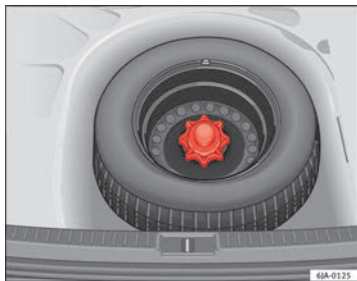

Fig. 125 Rueda de emergencia: piso de carga elevado
- Alce el piso de carga y manténgalo en posición elevada para poder sacar la rueda de emergencia ⇒ fig. 125.